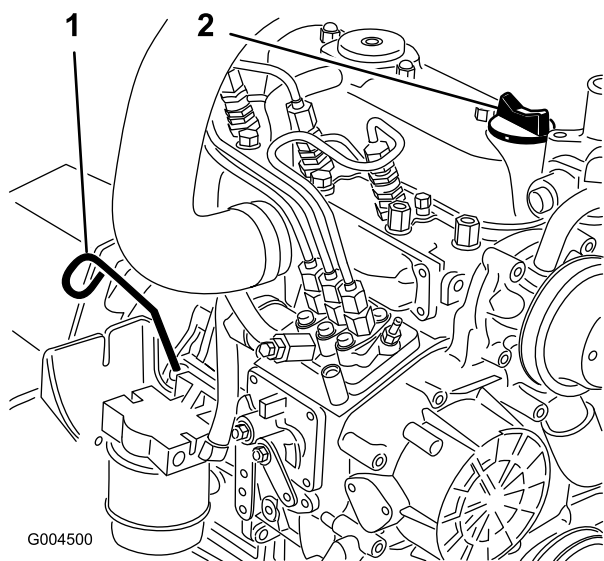

Figura 46
2. Togliete l'asta di livello (Figura 46), tergetela e reinsertitela. Rimuovete l'asta e controllate il livello dell'olio.
3. Se il livello dell'olio non raggiunge il segno di pieno, togliete il tappo di riempimento (Figura 46) e rabboccate con olio fino a portarlo al segno Full sull'asta di livello.